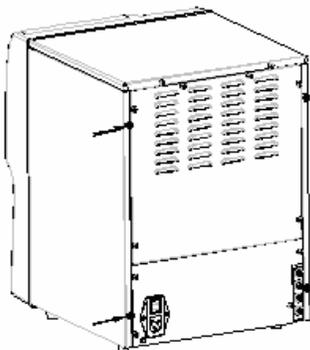

Рисунок 10-56 Снятие винтов-держателей
1. Отвинтите и снимите винты-держатели вручную или с помощью отвёртки (помечены стрелками на **рис. 10-56**) с правой стороны платы.